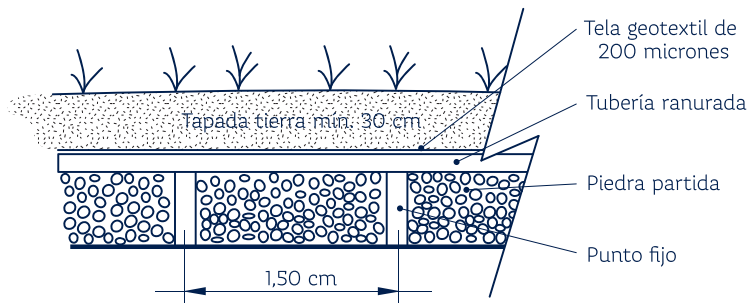

Figura 2
- C** Coloque en toda la zona 40cm de piedra partida o cascote limpio, contemplando puntos fijos cada 1,50 m, para apoyo de tubería ranurada. (Figura 2)